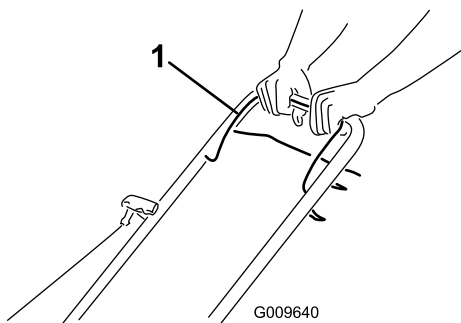

Рисунок 11
2. Удерживайте штангу управления ножом (Рисунок 11) прижатой к рукоятке.